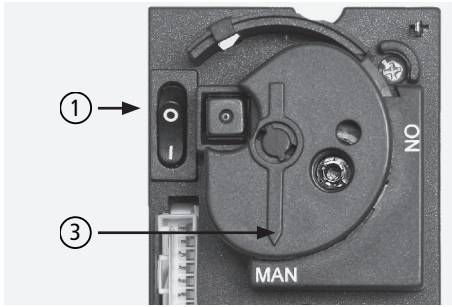

Abb. 5.16 Stellknopf
- ⑩ Den Stellknopf des Gasreglers (Regulierung des Flächenbrenners) langsam bis zum Anschlag zurück in Richtung „ON“ drehen. Dieser Stellknopf hat eine Rutschkupplung. Nicht mit allzu großer Kraft verstellen und nicht über den Endanschlag drehen!
- ⑪ Zum Ausschalten des CARISMO SOLO den Hauptschalter der Steuer- und Reglereinheit ausschalten, Stellung „0“ (siehe „Abb. 5.16 Stellknopf“ auf Seite 30).